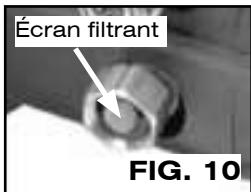

FIG. 10
4. Assurez-vous que l'écran filtrant est dans l'orifice d'entrée d'eau de la pompe. (Fig. 10)